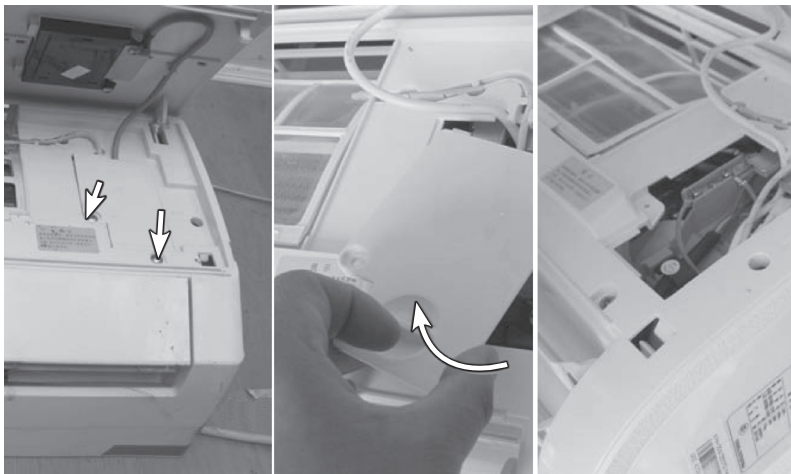
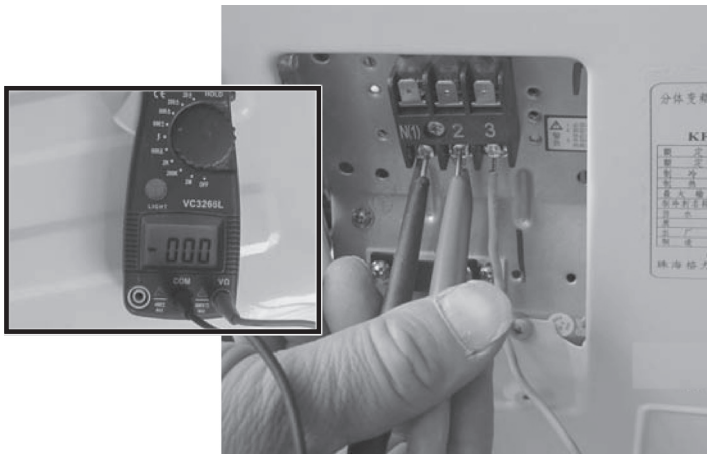

图 5-48 拆下室外机接线盒
图 5-49 测零线 N 与通信线 S 电压
3) 到室外，拆开室外机接线盒，如图 5-48 所示，用万用表直流电压档测量接线端子零线 N 与通信线 S 电压，如图 5-49 所示。